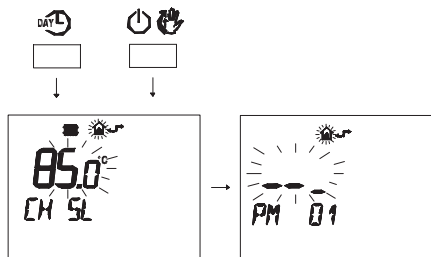

Figura 5.42
- Premere contemporaneamente i pulsanti DAY (☀️) e P (👁️) per entrare nella programmazione trasparente (Figura 5.42).